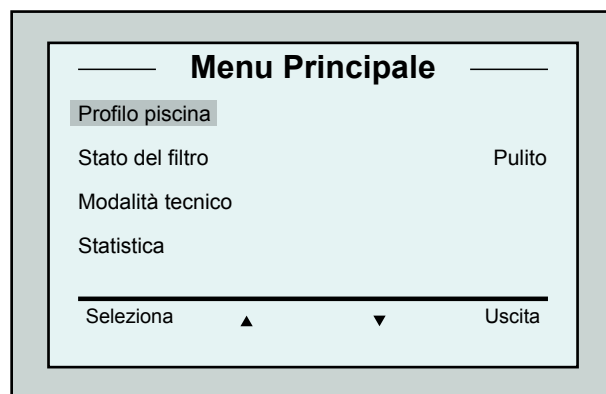

Figura 6: Il menù principale
Dolphin Wave è progettato per gestire 4 diverse configurazioni di piscina che, una volta impostate, sono memorizzate nell'interfaccia MMI. Il funzionamento del robot è stato impostato in fabbrica secondo parametri predefiniti di piscina, che possono essere reimpostati. Si invita alla consultazione della prima schermata *Menu Principale*, in Figura 6 e di Impostazioni Customizzate, a pagina 7.
2. Premere Menu per aprire il *Menu Principale* (Figura 6).